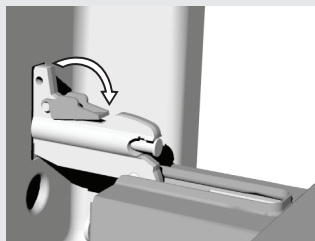

Figura 2
- Se o aparelho estiver equipado do sistema de fecho amortecido, ponha a rodar as pequenas alavancas para trás, a 90 graus (figura 2).